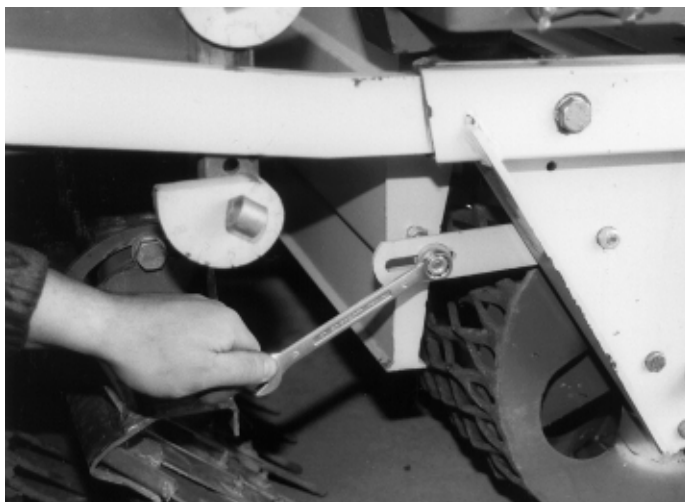

Bild 28
- Ta bort muttrarna M10 på rännans båda sidor (bild 28):